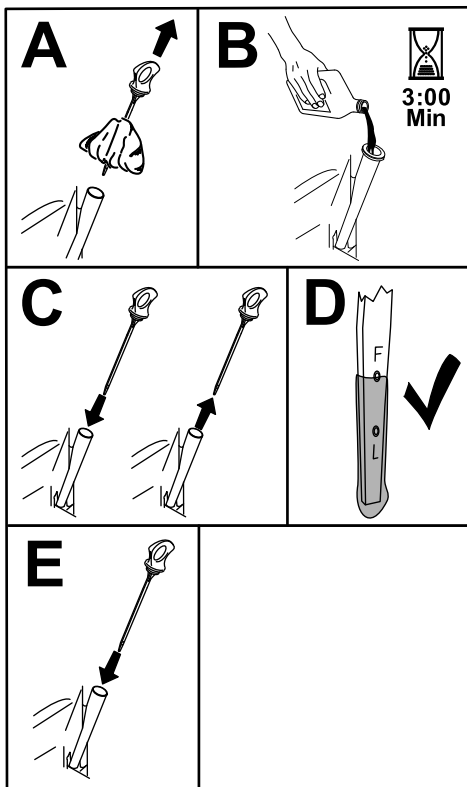

Figura 47
6. Vierta lentamente un 80 % aproximadamente del aceite especificado por el tubo de llenado, luego añada lentamente el resto del aceite hasta que llegue a la marca de Lleno (Figura 47).